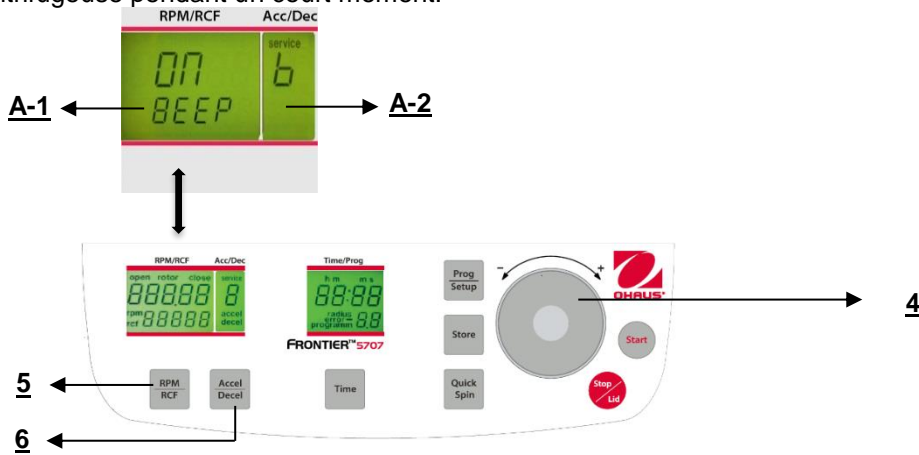

Figure. 32
Poursuivre conformément à la description du paragraphe 4.1.2 pour entrer dans ce mode de programme et appuyer ensuite sur la touche "**Accel/Decel**" (6). Sur l'affichage "**Acc/Dec**" (A-2), le mot "**Service**" clignote. Sélectionner maintenant la lettre "**B**" avec le cadran de réglage (4). Ceci entraîne l'apparition des mots "**ON/BEEP**" sur l'affichage "**RPM/RCF**" (A-1). Après avoir appuyé sur la touche "**RPM/RCF**" (5), l'utilisateur peut mettre le son du clavier sur Marche ou sur Arrêt avec le cadran de réglage (4). (voir la figure 32). Après avoir mémorisé les réglages (voir 4.1), vous pouvez revenir au mode de programmation normale en mettant hors tension la centrifugeuse pendant un court moment.